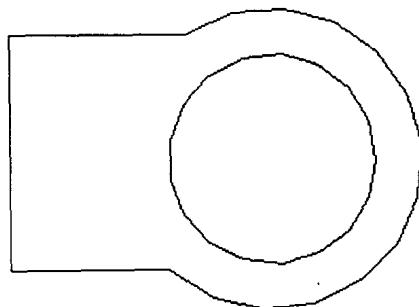

图 1.4 封闭的面域
(4) 面域。AutoCAD 可以把一些对象围成的封闭区域建立成面域，该封闭区域可以是圆、椭圆、三维平面、封闭的二维多段线以及封闭的样条曲线，也可以是由弧、直线、二维多义线、椭圆、椭圆弧、样条曲线等形成的首尾相连的封闭区域。AutoCAD 要求在将平面拉伸或旋转成为实体时，此平面图是封闭的面域或多段线。如图 1.4 所示。